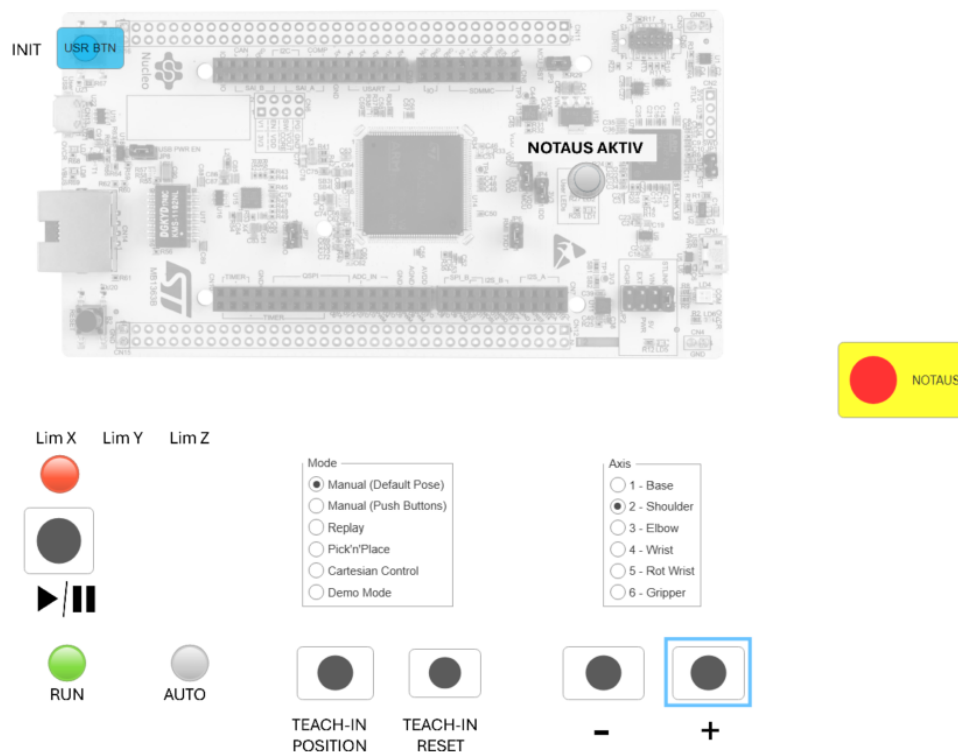

Abbildung 5. Bedienpanel für den Roboter. Nach einem Modus-Wechsel ist zum Start der Bewegung ein Klick auf den Button „RUN/PAUSE“ erforderlich.
- Zum Start der Bewegung ist nach jedem Modus-Wechsel ein Klick auf den Button „RUN/PAUSE“ erforderlich, siehe Abb. 5.